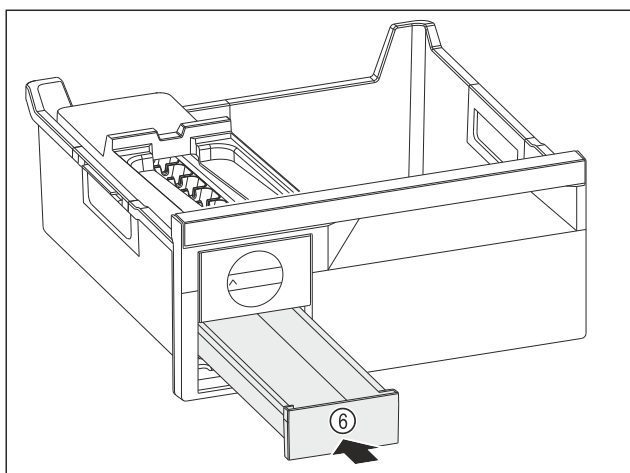

Fig. 96
- Sett inn isterningsskuffen Fig. 96 (6).